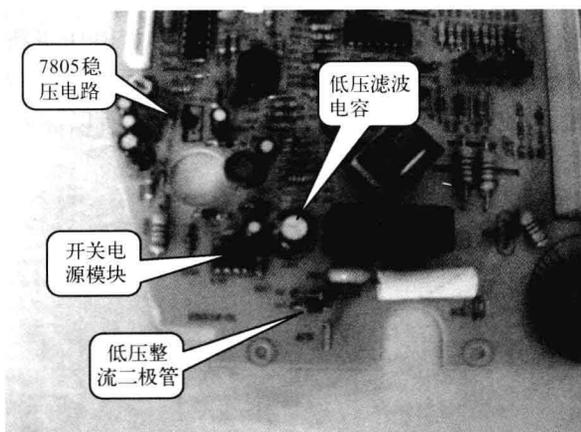

图 1-13 副电源供电电路实物图
(3) 副电源供电电路：副电源供电电路产生 +5V、+18V 等直流电压，主要为微处理器、风扇散热组件驱动电路、蜂鸣器驱动电路、按键/显示电路及各种检测控制电路提供所需的直流稳压电源。通常的电路形式有串联型（三端稳压电路）稳压电源和开关型直流稳压电源。目前新款电磁炉副电源供电电路大部分采用开关型稳压电源。图 1-13 所示为副电源供电电路实物图。